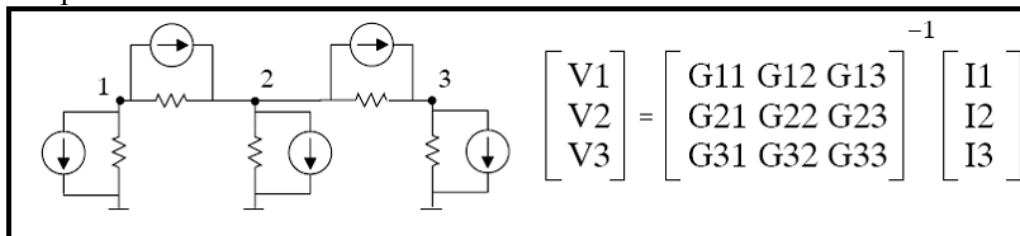

Рисунок 1 – Эквивалентная сеть, состоящая только из источников тока и резисторов с соответствующей матрицей проводимостей
- Преобразовать задаваемую пользователем энергосистему в эквивалентную сеть, состоящую только из источников тока и резисторов (рисунок 1).
- Сформулировать матрицу проводимостей для эквивалентной сети (рисунок 1).